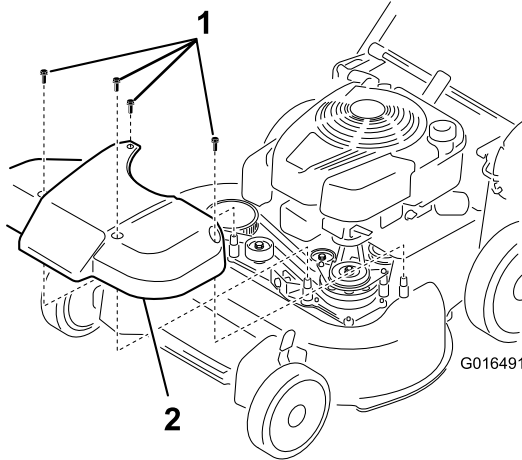

Figura 38
1. Retire la cubierta del sistema de transmisión de las cuchillas (Figura 38).